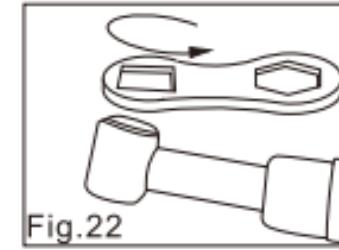

Fig.22
- 2) Find det korrekte skruenøgleværktøj på hovedhætten, og drej derefter nøglen mod uret for at løsne hætten, fjern hætten (fig. 22).